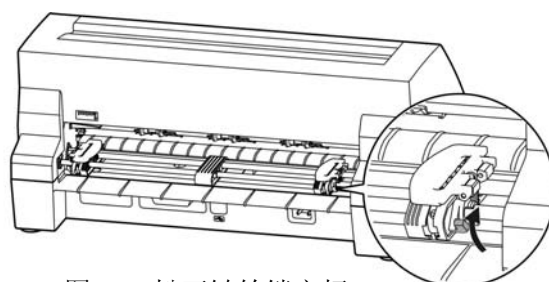

图 3-9 松开链轮锁定杆
4. 松开拖纸器左右链轮的链轮锁定杆 (如图 3-9 所示)。